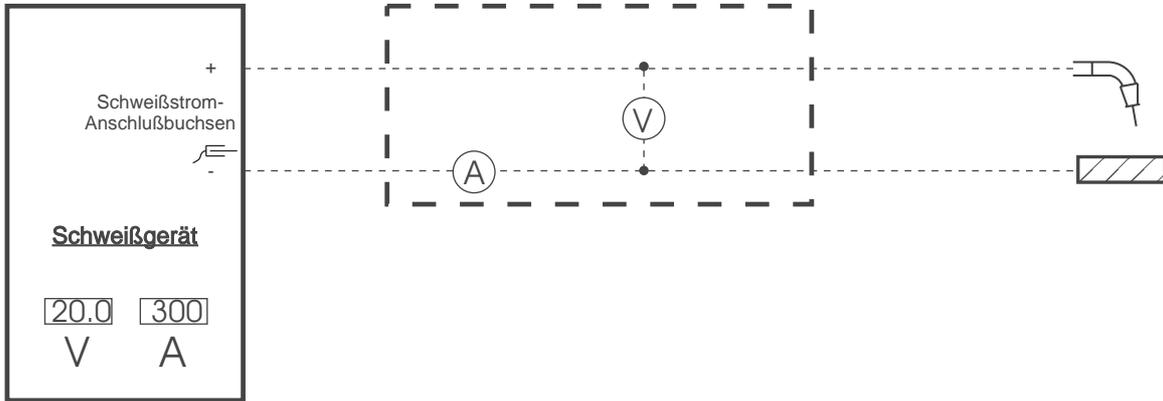

Abb. 1: Schematischer Meßaufbau
z.B. **(C1)** bedeutet: Position C / Abbildung 1 im jeweiligen Kapitel
z.B. **(Kap. 3, C1)** bedeutet: im Kapitel 3 Position C / Abbildung 1